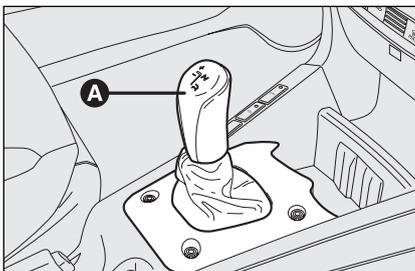

fig. 5
- attraverso la leva di comando **A-fig. 5** posta sul mobiletto centrale;